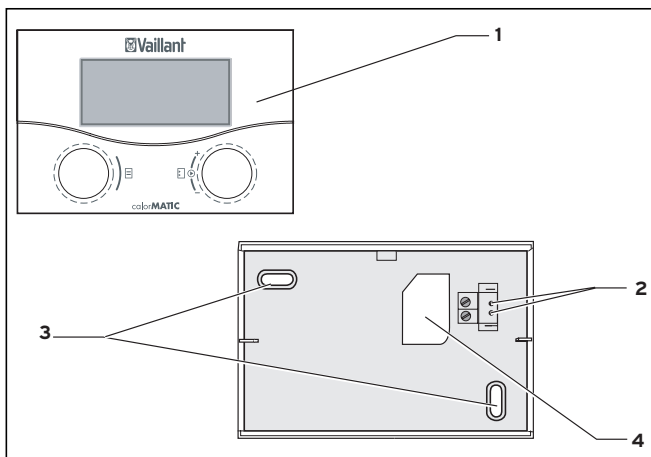

Abb. 3.4 Montage als Fernbediengerät
- Bringen Sie zwei Befestigungsbohrungen (3) für den Wandsockel VR 55 mit Durchmesser 6 mm entsprechend Abb. 3.4 an und setzen Sie die mitgelieferten Dübel ein.
- Führen Sie das Anschlusskabel durch die Kabelführung (4).